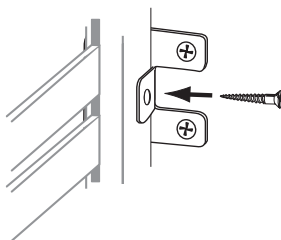

FIG. 3.6
7. Fije la torre en las ménsulas torre usando tornillos N° 6 de 3/4 de pulg. (Fig. 3.6)